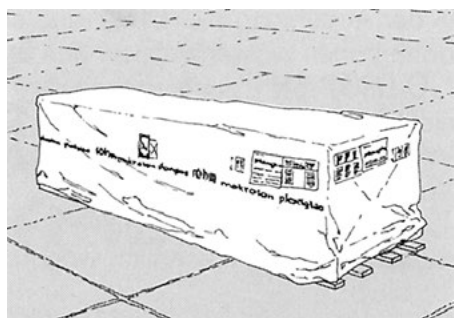

Abb. 6
- Stegplatten nicht direkt auf der Erde lagern – harter Untergrund kann sich eventuell in die Platte eindrücken und sie vorschädigen. Dies kann später nach dem Einbau zu Rissen führen (siehe Abb. 6).
- Stufenbohrer – siehe auch Abb. 6